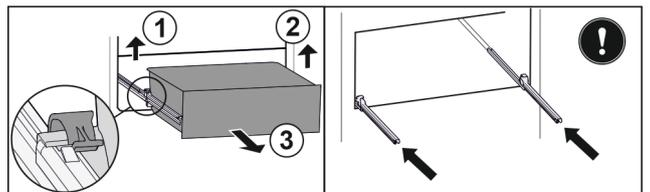

Fig. 101
- ▶ Sollevare il morsetto sinistro e allo stesso tempo tirare in avanti il cassetto sinistro. Fig. 101 (1)
- ▶ Sollevare il morsetto destro e allo stesso tempo tirare in avanti il cassetto destro. Fig. 101 (2)
- ▶ Rimuovere il cassetto tirandolo in avanti. Fig. 101 (3)